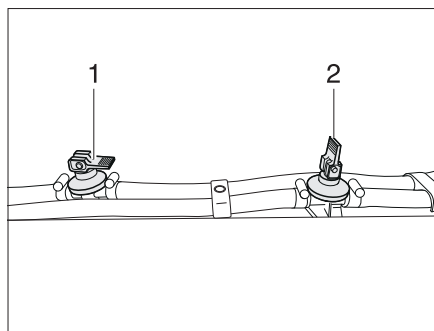

Fig. 267 Robinet de vidange
- Ouvrir tous les robinets de vidange. Pour cela, placer le levier à bascule (Fig. 267,1) en position verticale.